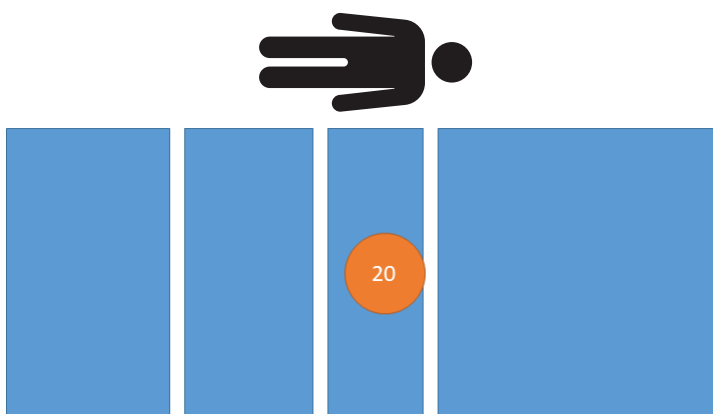

Figura 18 – Prueba de funcionamiento del peso - 20 kg
1. Con ayuda de pesos calibrados, coloque 20 kg en el producto (Figura 18).
11. Con ayuda de pesos calibrados, coloque 20 kg en el producto (Figura 18).